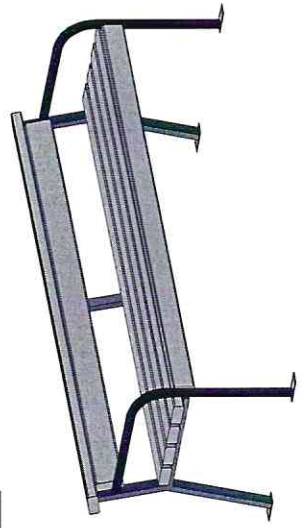

Рисунок 1
- Изделие поставляется в сборе (рисунок 1) 1 шт.